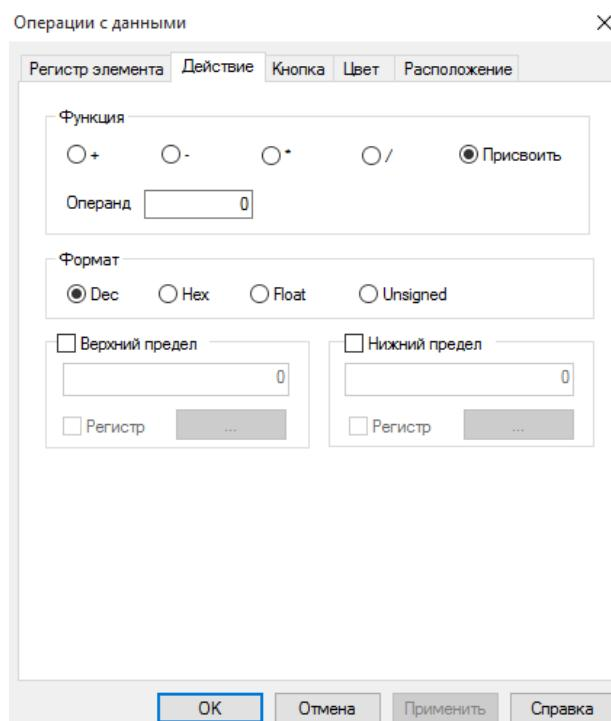

Рисунок 3.17 – Параметры элемента «Операции с данными», вкладка «Действие»
**ОПЕРАЦИИ С ДАННЫМИ.** Элемент «*Операции с данными*» используется для выполнения арифметических операций со значением регистра по нажатию на элемент. Рассмотрим уникальные параметры элемента «*Операция с данными*» (рис. 3.17).